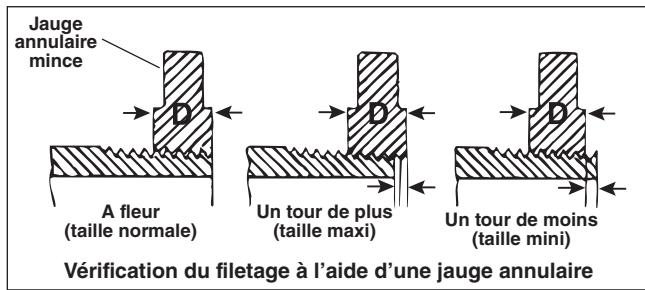

Figure 16 – Vérification du diamètre de filetage
3. Mesurez le diamètre du filetage. La méthode préférée consiste à utiliser une jauge annulaire. Il existe plusieurs types de jauge annulaire dont l'utilisation risque de différer de celle indiquée à la Figure 16.